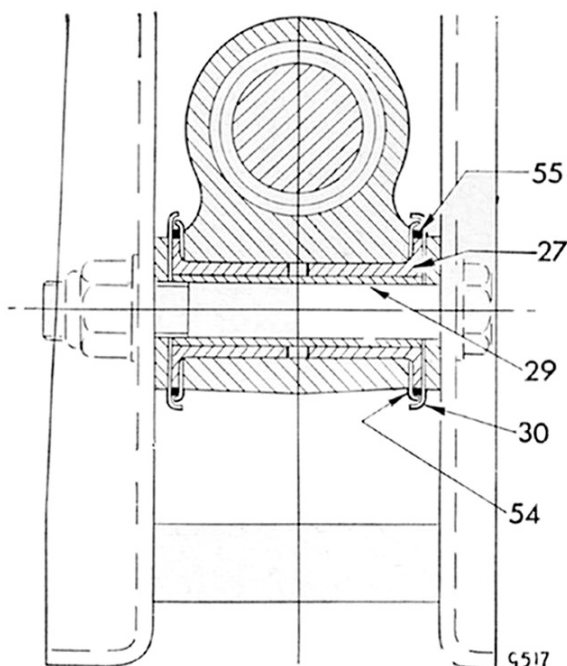

Fig. 54. Vue en coupe des bagues de tourillon
6. Examiner et si nécessaire remplacer l'ensemble de joints et bagues comme indiqué Fig. 54 : remplacer les bagues en nylon (27) par des bagues neuves, introduire le manchon d'acier (29) dans les bagues (29) et monter des joints de caoutchouc neufs (55) entre les cales intérieures (54) et extérieures (30).
7. Fixer le pivot de fusée (10) sur le tourillon (26) et à l'extrémité du ressort de suspension. Ne pas serrer les écrous (11) à ce stade.
8. Mettre sur cric le support de fusée et fixer l'amortisseur (9), la jambe de force (32) et l'accouplement d'arbre de roue (45).
9. Placer un cric roulant sous le carter de pont, enlever les chandelles et, les supports de fusée étant toujours soutenus, baisser l'arrière de la voiture jusqu'à ce que les arbres de roues prennent leur position normale de fonctionnement. Serrer les écrous (11), (8) et (13) fixant les supports verticaux (10) au ressort de suspension.